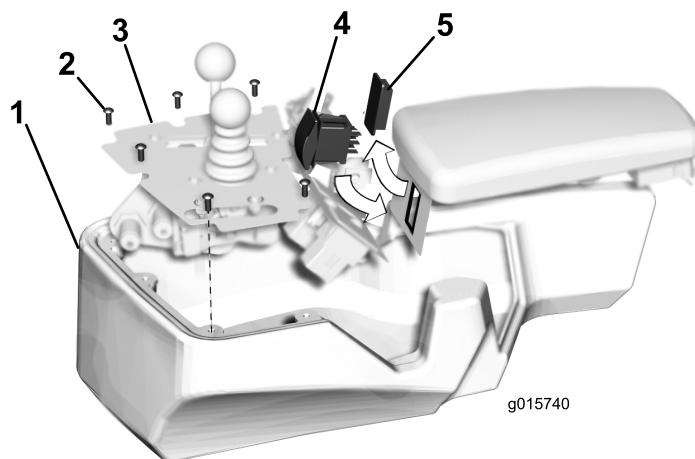

Figura 1
1. Retire los siete tornillos allen que sujetan la cubierta de la consola (Figura 1) y retire la cubierta de la consola.
2. Desde dentro de la consola, presione el tapón del hueco para retirarlo (Figura 1).
3. Introduzca el interruptor basculante a presión en el hueco de montaje de la consola, según se muestra en Figura 1.